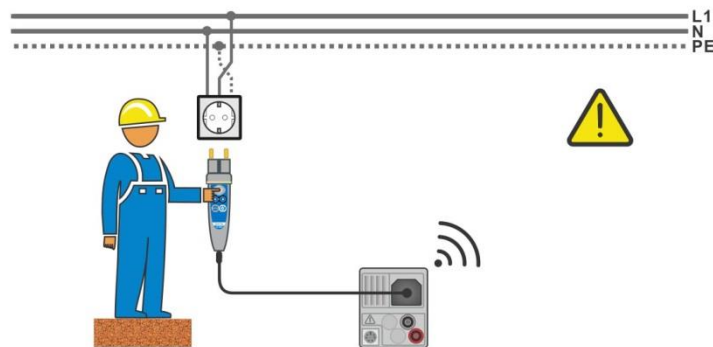
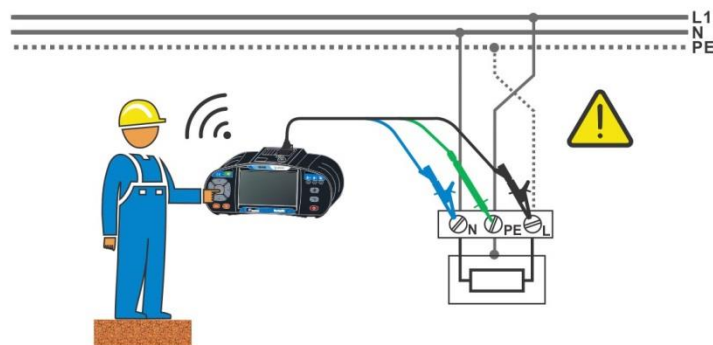

Abbildung 1.1: Vertauschte Leiter L und PE (Commander-Prüfstecker)
Abbildung 1.2: Vertauschte Leiter L und PE (Anbringung der Dreileiter-Prüfleitung)
- › Schließen Sie die Prüflleitungen am Prüfling an., siehe **Abbildung 1.1** und **Abbildung 1.2**.